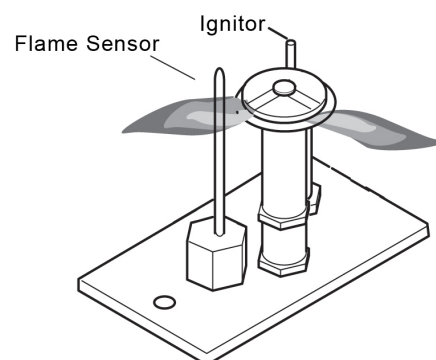

Figure 39 – Avant de démonter l'appareil, vérifier la flamme de la veilleuse. La flamme doit toucher le thermocouple et la thermopile.
1. Vérifier la flamme de la veilleuse. La flamme doit toucher environ $\frac{3}{8}$ po de la partie supérieure de la thermopile et toucher le haut du thermocouple. Voir Figure 39. Dans le cas contraire, contacter le vendeur pour une révision.